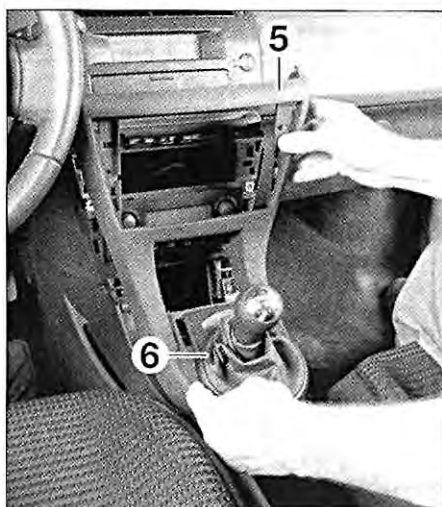

FIG. 7
- Desengrapar el embellecedor (5) y el fuelle de la palanca de velocidad (6) (fig. 7).